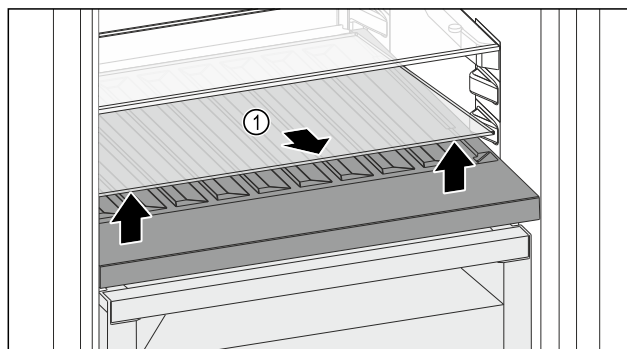

Fig. 185
- Glasplatte Fig. 185 (1) an der Aussparung vorne anheben und herausnehmen.
- Glasplatte Fig. 185 (1) außerhalb des Geräts sicher aufbewahren.
- Glasplatte (2) unter der variablen Flaschenablage einlegen.